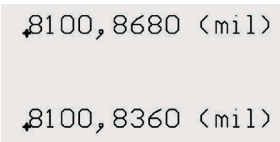

图 5-66 放置多个坐标
- 3) 设置完成后，退出对话框，单击把坐标放到相应的位置，如图 5-66 所示。